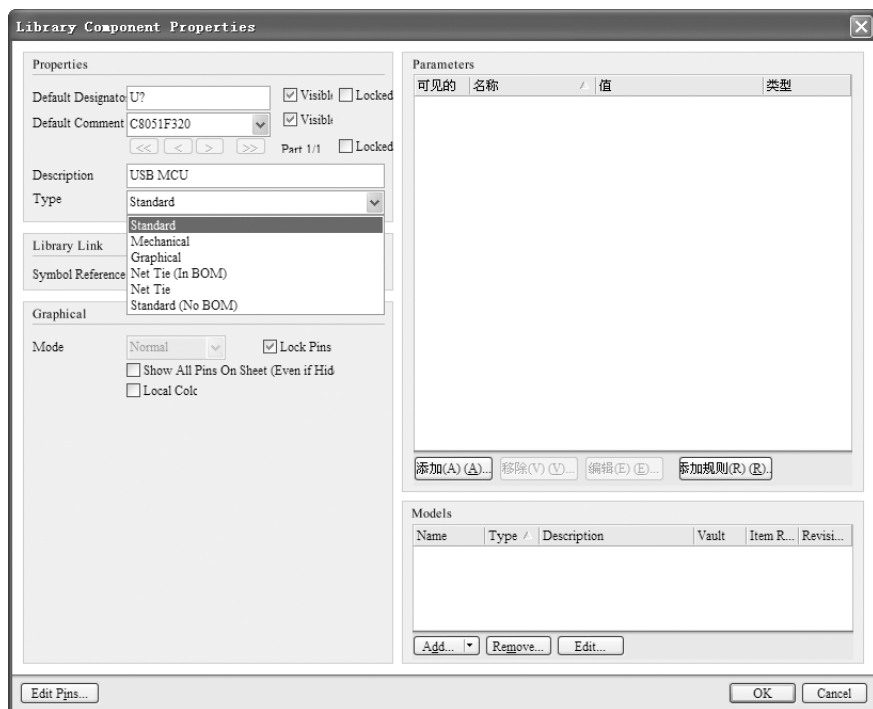

图 11-13 “Library Component Properties” 对话框
1) 双击 “SCH Library” (SCH 元件库) 面板原理图符号名称栏中的库元件名称 “C8051F320”, 系统弹出如图 11-13 所示的 “Library Component Properties” (库元件属性) 对话框。在该对话框中可以对所创建的库元件进行特性描述, 并且设置其他属性参数。主要设置内容包括以下几项: